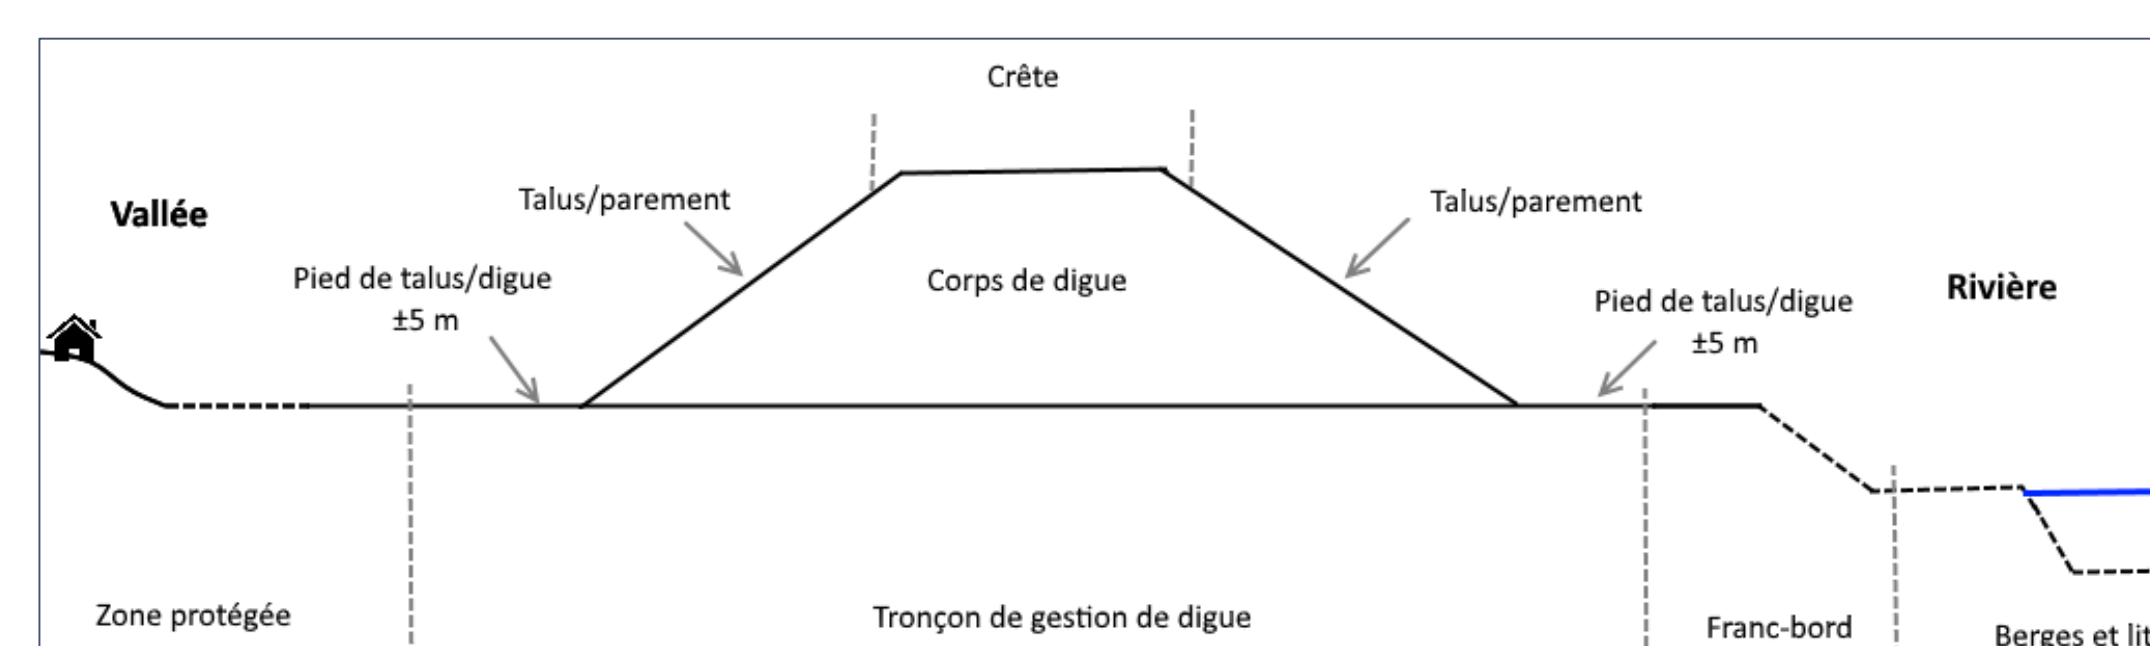

Figure 2 : Parties de digues à inspecter
- Caractéristiques des désordres → localisation, parties de digues à inspecter → **Figure 2**